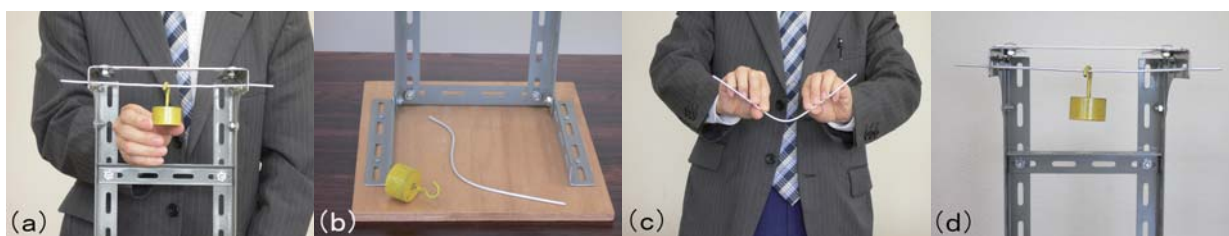

図2 加工硬化の実験のようす
- ①Al線を枠に引っ掛け、中央におもりを静かに載せる(図2(a))。すると、Al線はおもりを支えられず、おもりとともに落下する(図2(b))。
- ②次に、落ちたAl線の中央部分を2、3回折り曲げて(図2(c))、その後直線状にしたものと同じおもりを載せると、今度は落ちずにおもりを支えることができる(図2(d))。